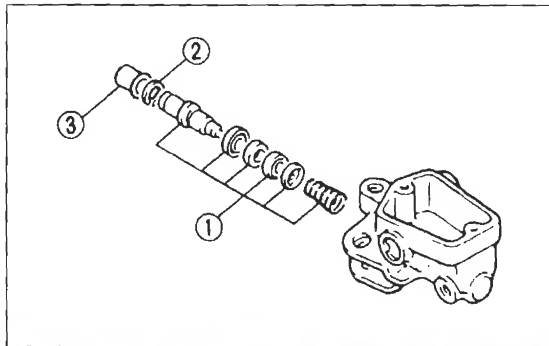

Bild 154
- Staubkappe mit zarter Spitzzange «herauspopeln» und Seegerring (Bild 154) mit entsprechender Zange entfernen. Dabei Kolben gegen Feder eindrücken. Kolben, Feder entnehmen.